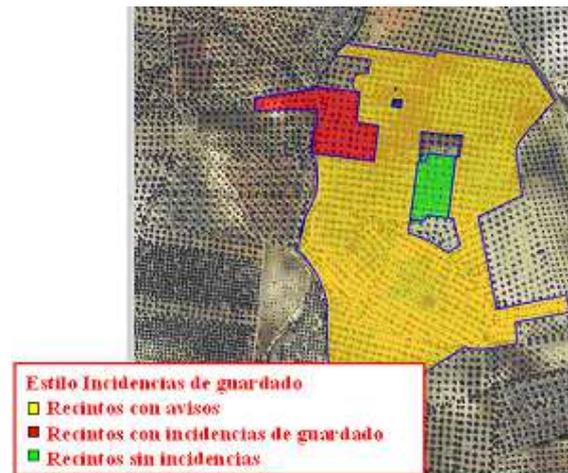

Fig. 47
- **Incidencias de guardado:** muestra en color amarillo aquellos recintos para los que, en el momento de guardar la explotación, han aparecido avisos en la ventana "Validación de la explotación"; en color rojo, si se trata de errores que impiden el guardado y, en caso de no tener ninguna incidencia de guardado se muestran en verde. (Fig. 47).